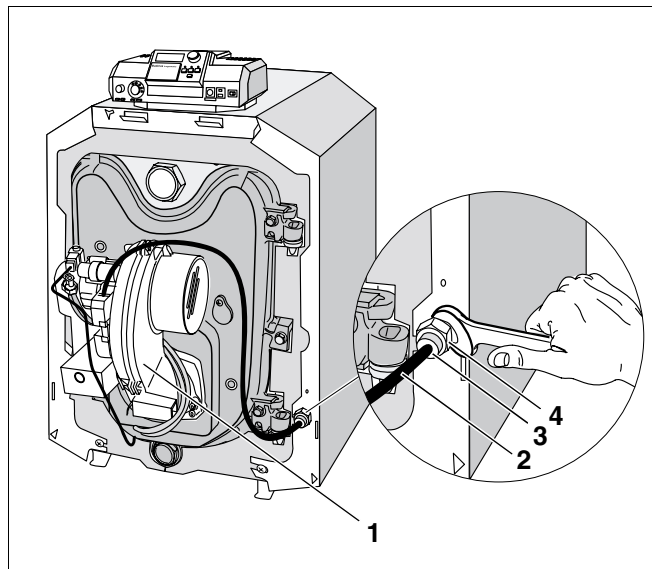

Fig. 30 Indstilling af trækafastning.
- Løsn fastspændingsmøtrikken til trækafastningen (fig. 30, **pos. 4**) for brænderkablet (fig. 30, **pos. 2**).
- Indstil længden på brænderkablet (fig. 30, **pos. 2**) mellem trækafastningen (fig. 30, **pos. 3**) og brænderen (fig. 30, **pos. 1**).
- Spænd fastspændingsmøtrikken til trækafastningen (fig. 30, **pos. 4**).